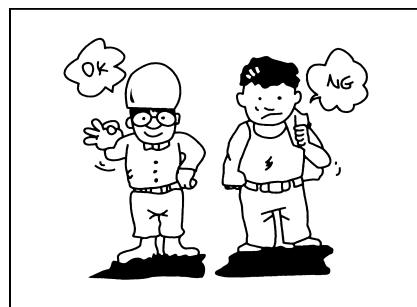

Рис.2–1
- Следует надеть спецодежды с сжатым рукавом и ногой брюки; следует надеть очки. (рис.2–1).